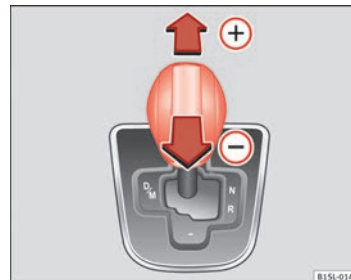

Abb. 89 Wählhebel in Tiptronic-Stellung.
- Wählhebel nach vorn  oder hinten  tippen, um hoch- oder herunterzuschalten ⇒ Abb. 89.